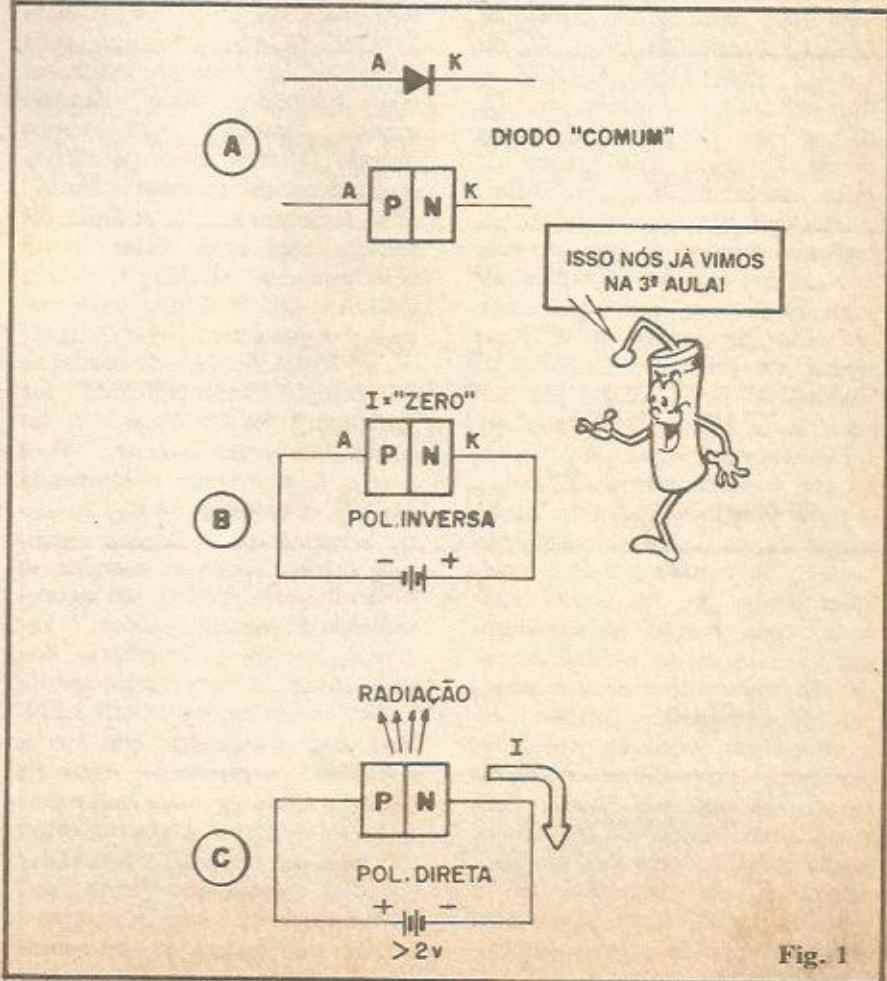

Fig. 1
- FIG. 1-A - Conforme já vimos, um DIODO "comum" é formado pela junção de materiais semicondutores (silício, por exemplo...) "dopados" com impurezas especificamente calculadas para que assumam "polaridades" P ou N, respectivamente tendo como portadores da corrente elétrica, "buracos" ou elétrons livres (ver "Aula" nº 3 da ABC). A figura
- FIG. 1-B - Também já vimos que a junção semicondutor que forma um DIODO, ao receber polarização INVERSA (positivo da fonte de alimentação aplicado ao seu material N, e negativo ligado ao lado do material P...) veda a passagem de corrente, uma vez que a barreira de potencial que se estabelece na dita junção alargase, tornando-se, na prática, "intransponível" aos portadores de corrente.
- FIG. 1-C - Já quando a polarização aplicada à junção/DIODO é DIRETA (positivo no P e negativo no N), os portadores de corrente têm "trânsito livre", e a estrutura permite, então, a passagem da corrente. UM LED (cujo nome vem das iniciais em inglês de DIODO EMISSOR DE LUZ, ou LIGHT EMITTING DIODE...), cuja estrutura é mostrada em 1-C, não é mais do que um simples diodo, formado pela junção de dois materiais semicondutores, porém com uma importante característica: é capaz de (quando percorrido por corrente fornecida por uma fonte cuja polaridade seja aplicada de forma DIRETA...) emitir luz (visível ou não...)! É importante notar, desde já, que não são os blocos de material semicondutor integrantes do conjunto que se "iluminam"... É, sim, a própria junção que emite radiação luminosa, nas circunstâncias indicadas! Na verdade, todo e qualquer diodo (ou, em outras palavras, toda junção semicondutora...) emite certas formas de radiação, dentro do chamado espectro eletromagnético, quando percorrido por corrente (estando, portanto, diretamente polarizado...). Mesmo um diodo "comum", de silício ou germânio, emite radiação pela sua junção... Entretanto, tal radiação não é visível, por não situar-se na faixa "enxergável" do espectro eletromagnético...
dronizamos em torno de 2V. Aquele "V" deitado que se vê na figura (entre os termos "V" e "2V"...) é uma notação matemática que significa: o termo junto ao lado "aberto" do "V" deitado é maior do que o termo junto à ponta do "V" deitado (Vocês já viram "isso" na fig. 1-C, lá no começo da presente "Lição"...). Aqui, porém, começa a "matemática da coisa" (como diz o QUEIMADINHO, sempre na sua maldita missão de pentelhar...) que, porém, não tem nada de difícil... Para que a MÁXIMA CORRENTE DIRETA não seja ultrapassada, temos que fazer alguns pequenos cálculos, e usar um componente capaz justamente de "segurar" ou "resistir" ao eventual excesso da dita corrente... "QUEM" é capaz disso? Uma semana de férias, tudo pago, sem agasalho, no Polo Sul, para quem respondeu "O RESISTOR"...! Sempre que a fonte de corrente apresentar uma tensão V maior do que os 2V "precisados" pelo LED, temos que intercalar o resistor R (chamado muito propriamente, no caso, de RESISTOR LIMITADOR...). De acordo com a "velha" Lei de Ohm, se a tensão for fixa, quanto maior for